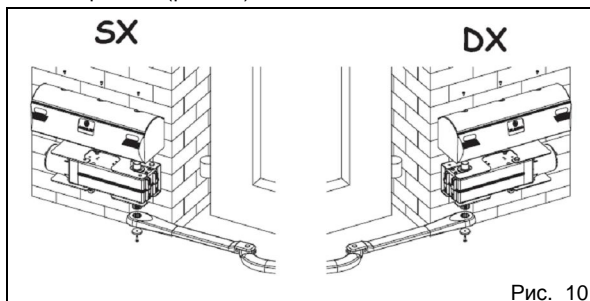

Рис. 10
- Прямой рычаг механизма закрепить на валу двигателя-редуктора и затянуть прилагающимся винтом с шайбой (рис. 10).
- Установить на привод защитные кожухи (рис. 10).